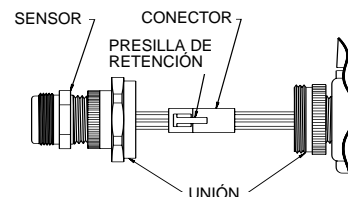

Figura 6. Sensor enchufable
- Saque el sensor del alojamiento de la unidad hasta que se vea el conector blanco (FIGURA 6).
4. En el sensor nuevo, apriete la lengüeta en el conector blanco y separe el conector (FIGURA 6). Deshágase de la porción que contiene sólo alambres.
10. Desconecte el conector blanco en el sensor presionando la lengüeta pequeña (FIGURA 6).